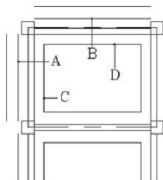

图 5.6 偏移大放脚
- (3) 如图 5.6 所示, 将 A 和 B 大放脚分别向外偏移 480mm。